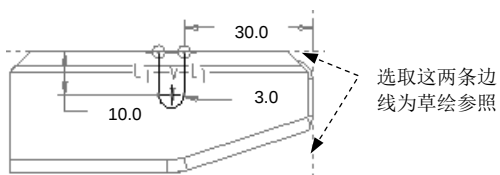

图 11.12.36 截面草图
(1) 单击 **模型** 功能选项卡 **形状** 区域中的 按钮，确认 按钮、 按钮和 按钮被按下。
(2) 绘制截面草图。选取图 11.12.35 所示的模型表面 1 为草绘平面，选取模型表面 2 为参考平面，方向为 **右**；单击 **草绘** 按钮，绘制图 11.12.36 所示的截面草图。